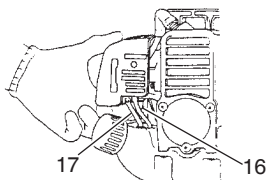

Fig. 12
- * Presione el cebador (16) repetidamente para que el combustible fluya por el tubo de retorno (17). (Fig. 12)